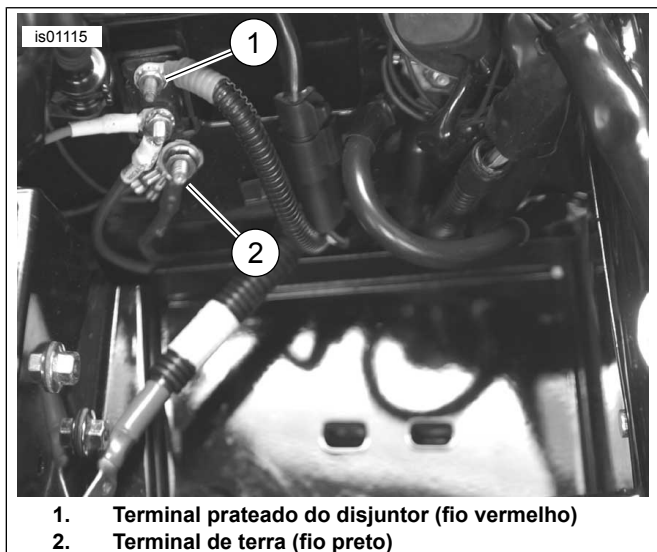

Figura 5. Ligações (com bateria removida) - Modelos Touring ano 2003 ou anteriores (2003 FLHTCU apresentado)
3. Ver Figura 5 . Corte o fio preto na cablagem do punho aquecido para aceder facilmente ao perno de terra (2) localizado por baixo do disjuntor no alojamento da bateria, por baixo do assento.